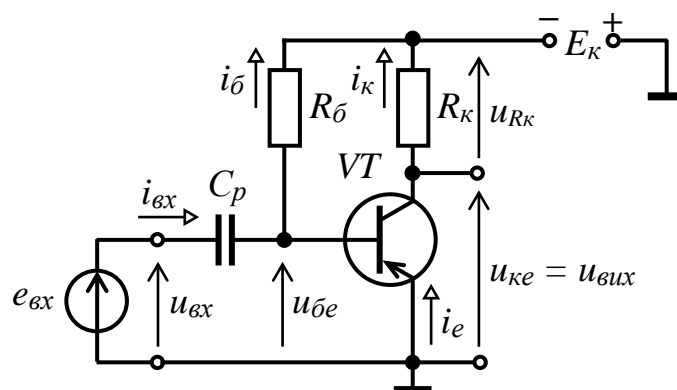

Рисунок 1
25. Для чого призначений конденсатор C_P (рис. 1)?
26. Для чого призначений резистор R_K (рис. 1)?
27. Для чого призначений резистор R_B (рис. 1)?